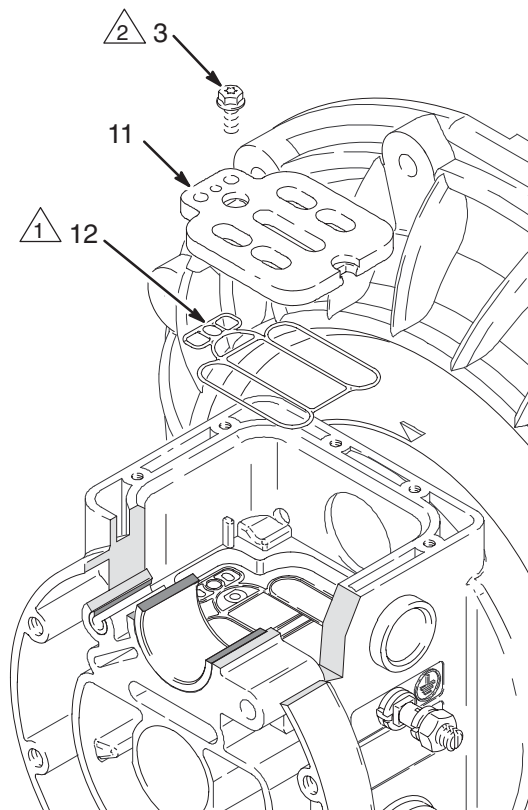

Fig. 6
3. Amener la vanne principale (6) en position médiane et la sortir de sa cavité. Extraire le bloc de pilotage (16) à l'aide d'une pince à bec effilée en le retirant tout droit vers le haut.
4. Extraire les deux pistons actionneurs (7) des paliers (8). Retirer les joints en U (9) des pistons. Extraire les tiges d'inversion (18) des paliers (17). Retirer les joints toriques (19) du corps de pompe (2) à l'aide d'une tige d'extraction.
5. Inspecter la plaque de vanne (11) en place. Si elle est endommagée, utiliser un tournevis de type Torx® T20 ou une clé à pipe de 7 mm ou 9/32-in. pour retirer les vis (3).
6. Retirer la plaque de vanne (11) et le joint (12). Voir Fig. 6.
Pour les points 1 à 3, voir Fig. 6.